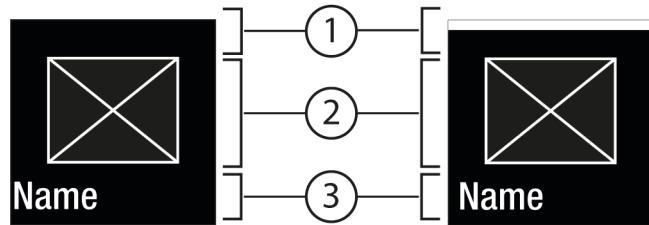
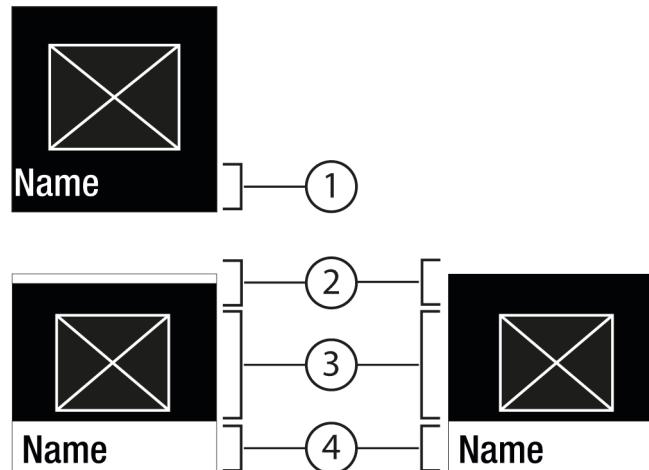

Fig. 6
Fig. 7
- С помощью Подтвердить Fig. 5 (2) вызвать Подменю Fig. 7 (4).
- Установка нового значения: С помощью Подтвердить Fig. 5 (2) выбрать деактивированное значение Fig. 6 (1).
- Назад в меню: С помощью Подтвердить Fig. 5 (2) выбрать уже активированное значение Fig. 6 (2).
- Состояние: активировано Fig. 6 (1) появляется ненадолго в Подменю Fig. 7 (4).